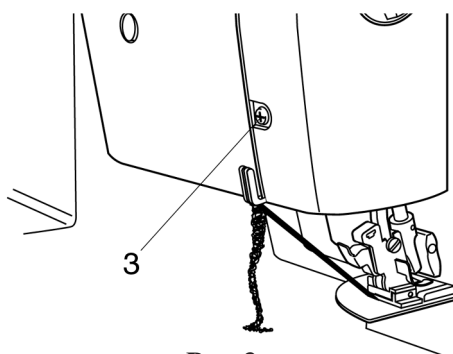

Рис. 3
- Ослабьте крепежный винт 3 (рис. 3).